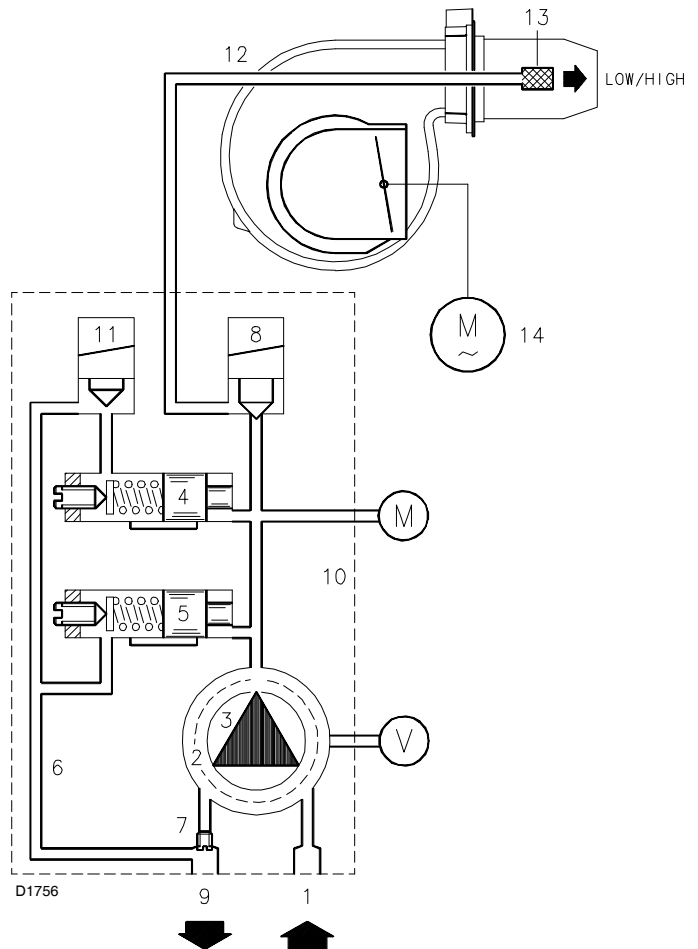

Abb. 25
- Wenn die Temperatur oder der Druck bis zur Öffnung von TR zunehmen, schließt sich das Magnetventil (Abb. 25) und der Brenner geht von der 2. zur 1. Betriebsstufe über.